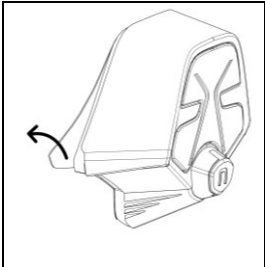

Fig. 4
- Rimuovere la pellicola protettiva dal biadesivo (Fig. 4).